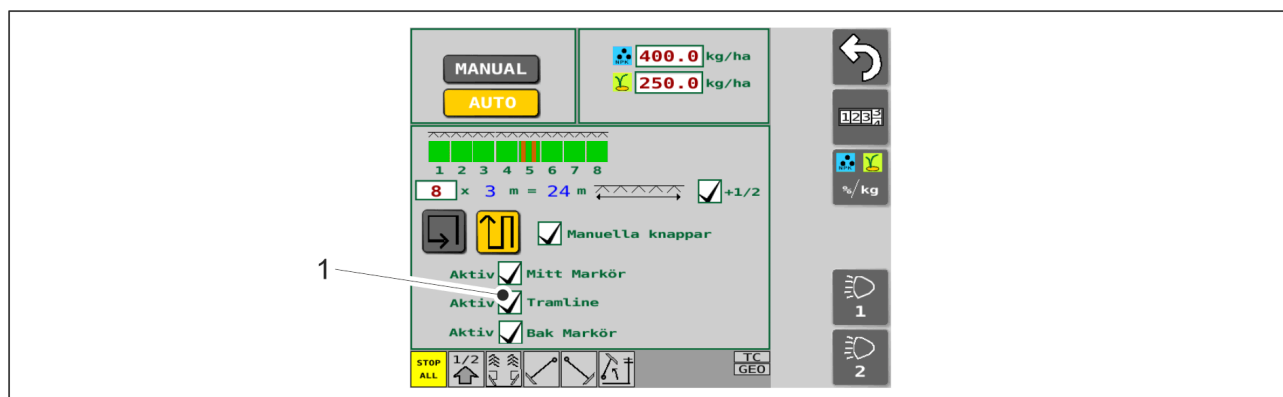

Bild. 6.3.5 - 144. Körspår
- Slå på körspåren genom att trycka på rutan (1) på inställningsskärmen för utsäde.
- Körspåren är på när ruta (1) är markerad.
- Körspåren är inte på när ruta (1) är tom.
- ### Bild. 6.3.5.1 - 146. Körspårskopplinglarm
- Om en vertikal remsa i orange (1) visas på driftskärmen: körspårskopplingen roterar medan du skapar körspår. Om körspårskopplingen roterar under två körspår i följd så blir den vertikala remsan i orange röd.